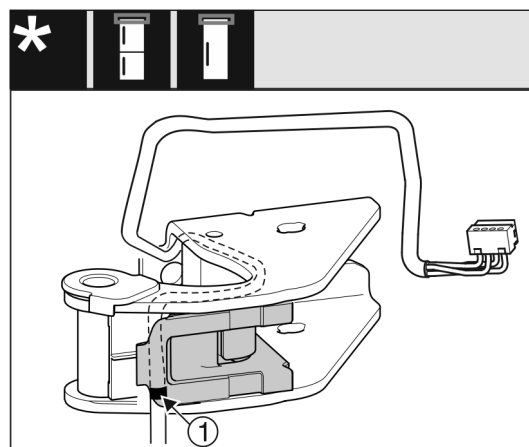

Fig. 28
- Markeringen i midten må ligge på kanten til ledningsholderen Fig. 28 (1).